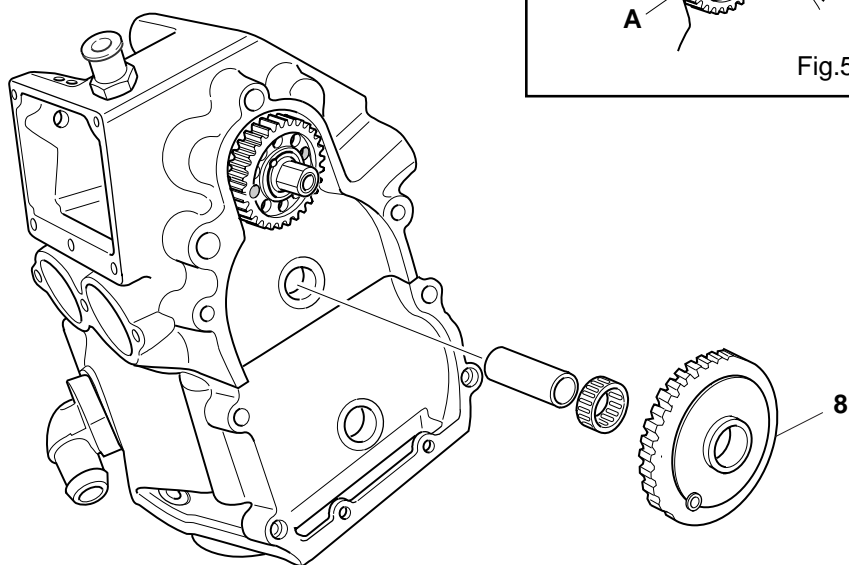

Fig. 57
6. Ripetere l'operazione descritta al punto 3 anche per l'ingranaggio "8" (Fig.57).
6. Repeating operation described to point 3 also for gear "8" (Fig. 57).
6. Den im Punkt 3 beschriebenen Vorgang auch für Zahnrad "8" (Abb.57) wiederholen.
6. Répéter l'opération 3. aussi pour l'engrenage "8" (fig.57).